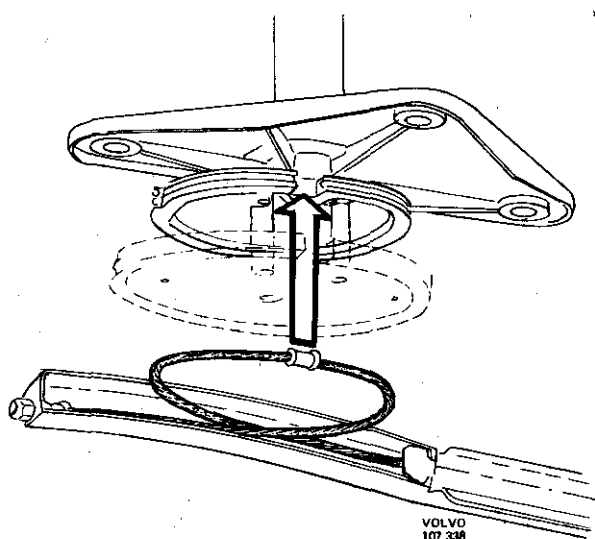

Abb. 3-18 Aufziehen des Antriebsseils für Gleichlauf-Gelenkstange, rechte Seite
1. Mitnehmeröse des Antriebsseils in die Aussparung der kleineren Laufrolle eindrücken und dann das Seil gemäß Abb. 3-18 auf die innere Rolle ziehen. Vorsicht beim Aufziehen des Seils, damit die Rolle nicht gerieft wird. Beschädigung der Laufrolle kann zu Betriebsstörungen an den Wischern führen. Antriebsseil spannen.